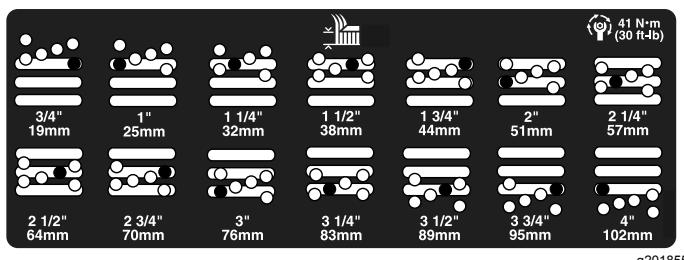

図 22
5. 希望の刈り高にチェンバを合わせ、その刈り高の穴とスロットにスペーサを通す図 22。